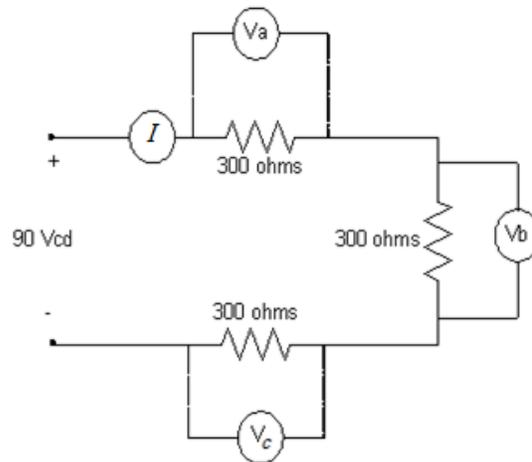

FIGURA 2
7.- Conecte el siguiente circuito de la figura 2. Aliméntelo con un voltaje de 90 VCD y con el mismo voltímetro haga la medición en las tres resistencias así como la corriente.